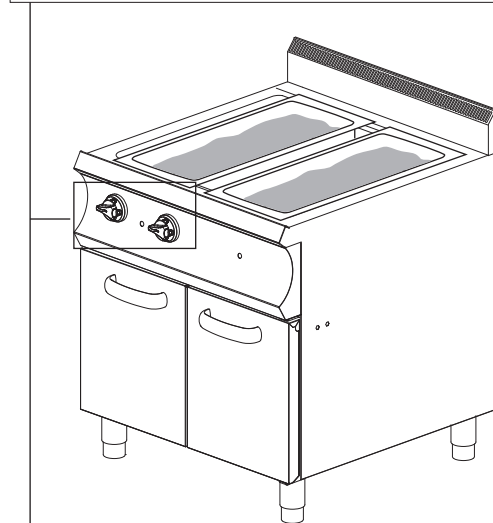

Fig.7
- Для прекращения нагрева повернуть регулятор термостата в положение «0» (рис. 7).
- Для отключения изделия после завершения работы повернуть рукоятку включения в положение «0» (рис. 7).